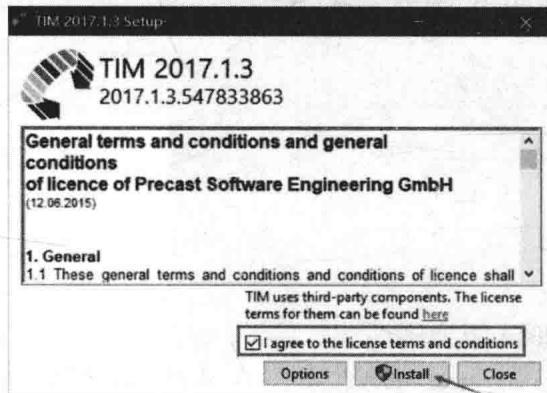
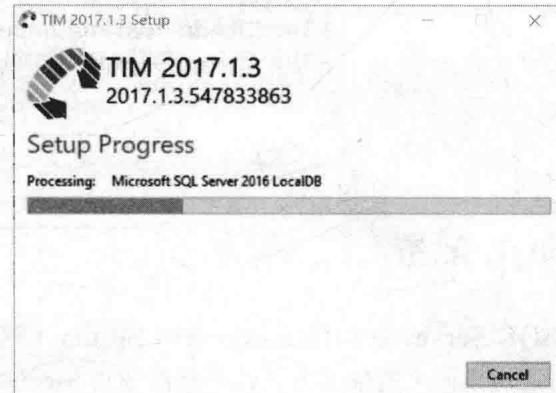

图 2-22
图 2-23
(4) 单击【OK】选项后返回前一个对话框界面，然后在对话框中勾选“*I agree to the license terms and conditions*（我同意许可证的条款和条件）”选项，最后单击【Install】选项开始安装软件，如图 2-22 和图 2-23 所示。